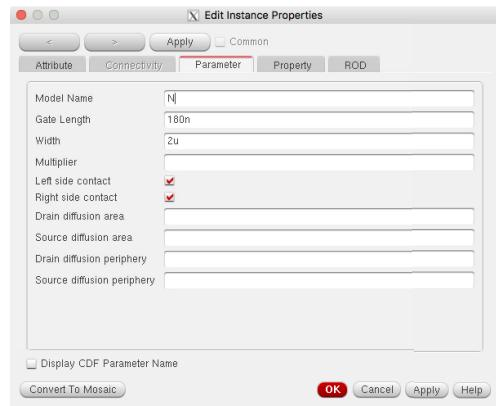

図 13: NMOS Property の変更
7. 今置いてあるトランジスタは、先に作成した回路図で使用したトランジスタのサイズと異なっており、適切なサイズに修正する。レイアウト上でトランジスタのどこかをクリックし、トランジスタレイアウトが選択された状態（白枠で囲われる）にし、q (Edit / Properties...) キーを押す。図 13 に示すウィンドウが立ち上がるるので、中央付近の Parameter タブをクリックで選択する。Schematic では  $2\mu\text{m}$  を用いたので、Width の欄に  $2\mu$  と入力し、下部の OK をクリックすると、レイアウト上でトランジスタの W が正しく  $2\mu\text{m}$  となることが確認できる。